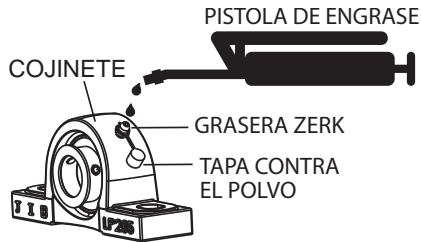

Figura 12. Lubricación de cojinetes
1. Quite la tapa para el polvo ubicada en la parte superior del cojinete (Figura 12).